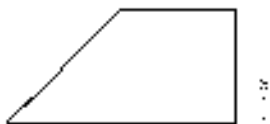

图 9.2.30 完成添加自定义符号
Step5. 单击“自定义绘图符号”对话框的 **确定 (O)** 按钮，单击符号并拖动到合适位置，如图 9.2.30 所示。